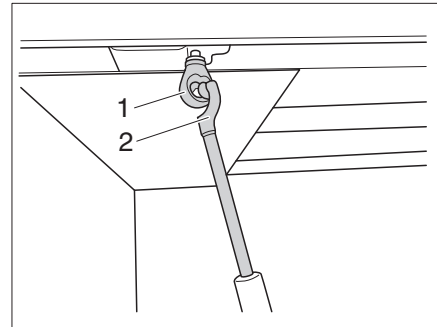

Fig. 154 Ajuste de la altura
- Enganchar la manivela (Fig. 154,2) en el ojal (Fig. 154,1) del ajuste de altura.